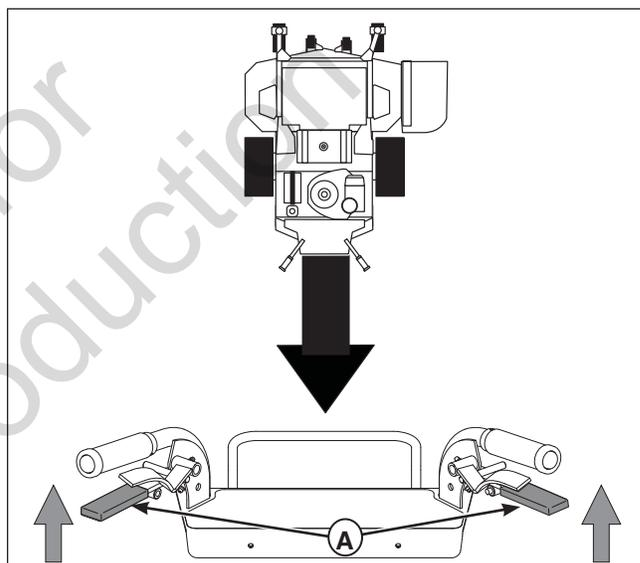

Figure 4. Déplacement en marche arrière
DÉPLACEMENT EN MARCHÉ ARRIÈRE (Voir figure 4)
2. Serrer doucement les deux leviers de commande de direction arrière (A, figure 4) uniformément, jusqu'à obtenir la vitesse souhaitée.